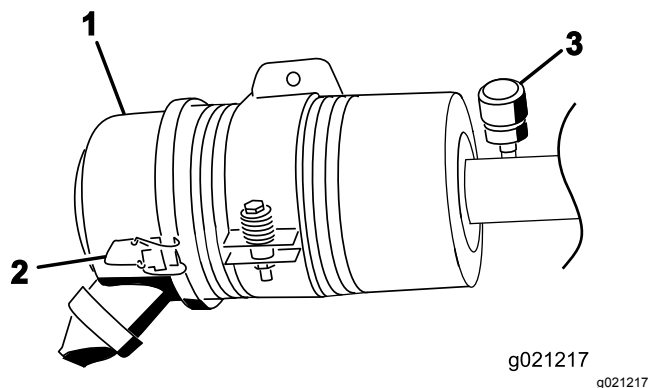

Figura 57
Effettuate la manutenzione del filtro dell'aria quando l'indicatore (Figura 57) lo richiede. Sostituendo il filtro dell'aria prima del necessario si aumenta il rischio che la morchia penetri nel motore quando si toglie il filtro.
1. Rilasciate i fermi che fissano il coperchio del filtro dell'aria al relativo corpo (Figura 57).